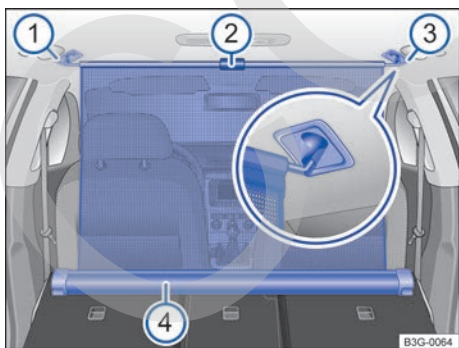

Fig. 243 En el maletero: red de separación enganchada con los respaldos del asiento trasero abatidos.
- Tire hacia arriba de la lengüeta → fig. 243 ② para sacar la red de separación de la carcasa ④.
- Enganche la red en el lado derecho → fig. 243 ③ (imagen ampliada).
- Enganche la red en el alojamiento del lado izquierdo → fig. 243 ① comprimiendo la barra transversal.
La red de separación está correctamente montada cuando los extremos en forma de T están enganchados fijamente en los alojamientos correspondientes → fig. 243 ③ y ①.
- Enrolle la red en la carcasa → fig. 243 ④ guiándola hacia abajo del todo con la mano.